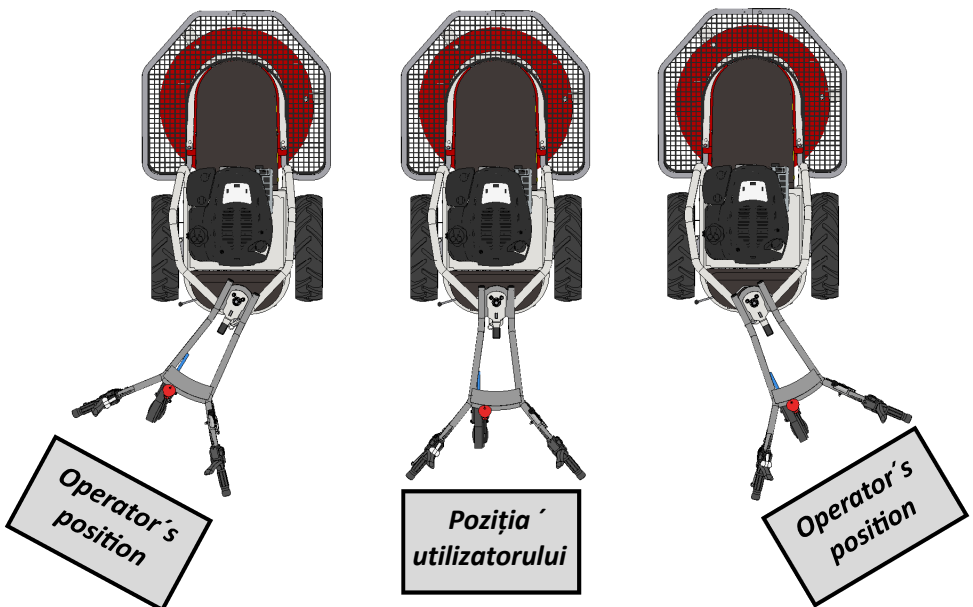

Fig. 3a Pozițiile de lucru permise ale ghidonului cu poziția indicarea poziției utilizatorului
- Pozițiile de lucru permise de reglajului lateral al ghidonului sunt prezentate în Fig. 3a, în condiții normale utilizați poziția din mijloc.
- Pornirea și utilizarea utilajului este posibilă numai cu ghidonul fixat corespunzător în pozițiile de lucru, adică ghidonul trebuie să fie îndreptat spre spatele mașinii în una din cele trei poziții marcate pe (Fig. 3a). Pozițiile de lucru permise ale ghidonului pot fi restricționate în unele cazuri specificate în instrucțiunile de utilizare.
- Poziția utilizatorului (Fig.3a,b) se află în spatele ghidonului unității motoare. Ghidonul trebuie fixat în poziția de lucru.